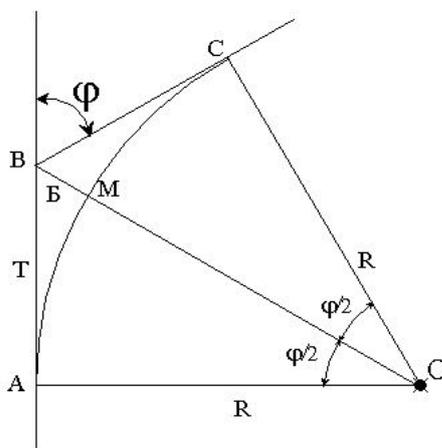

Рисунок 2. Пояснительная схема к составлению проекта по разбивке кривой.
**Задание 2.** Составление проекта разбивки главных точек круговой кривой для заданных в таблице 2 значений угла поворота автомобильной дороги  $\varphi$  и радиусе кривой  $R$  (см. рисунок 2).
По полученным данным, используя пояснительную схему (рисунок 2), в соответствии с вашим вариантом (см. таблицу 3), вычертить на листе формата А4 в масштабе 1:500 проект разбивки круговой кривой. На листе привести результаты вычислений элементов, необходимых для разбивки главных точек кривой.